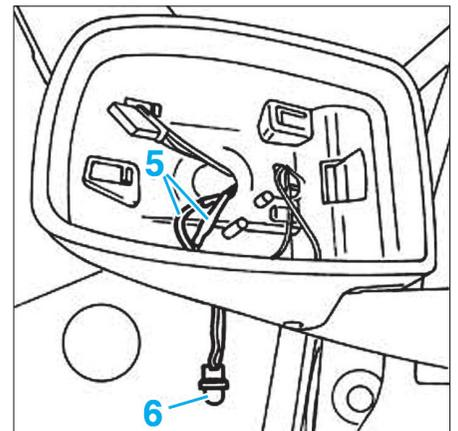

FIG. 31
- Débrancher les connecteurs (5) (Fig.31).
- Dévisser la sonde (6) et la déposer.